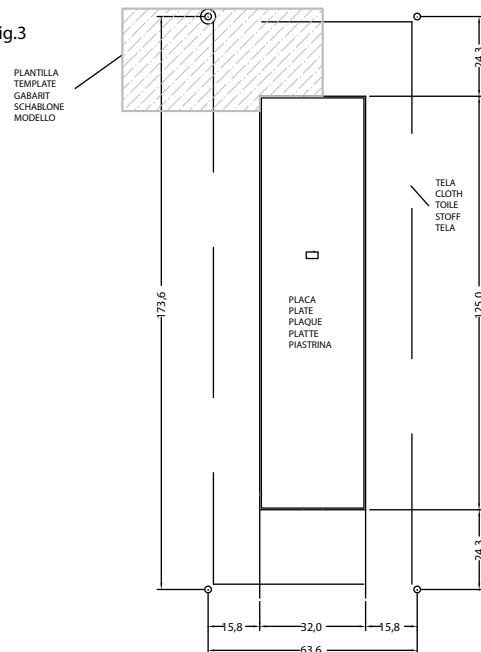

Fig.3
3. Colocar los conos C mediante tacos y tirafondos, como indica la fig 3. NOTA: Utilizar la plantilla para el cálculo de las distancias de los conos, teniendo cuidado de hacer bien tope en el borde de la placa (fig 3). Estas medidas son MUY IMPORTANTES para que la tela quede correctamente colocada.